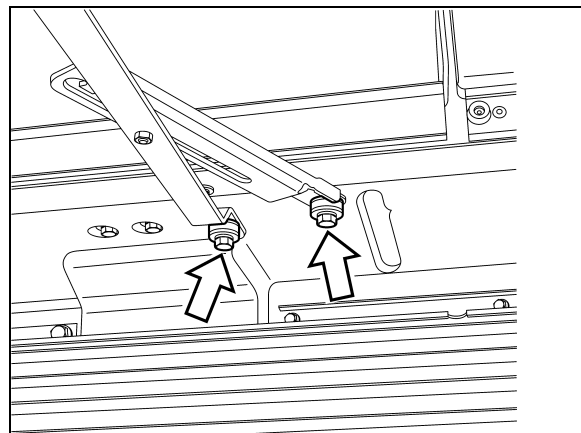

FIGURE 21 : ENSEMBLE DU BRAS SUPÉRIEUR
7. Retirer les vis et déposer le panneau d'accès situé derrière la roue gauche de l'essieu auxiliaire (se reporter à Figure 21).